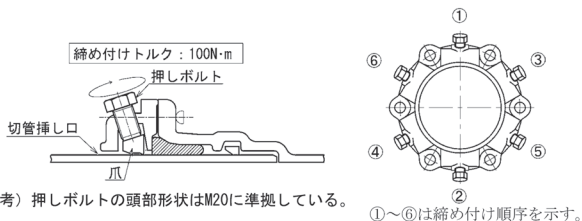

図67 G-Link
- ② 爪が管と接するまで、全数の押しボルトを均等に手で仮締めする。
- ③ 図67に示す順序で、トルクレンチを用いて押しボルトを均等に規定の締め付けトルク100N・mで締め付ける。